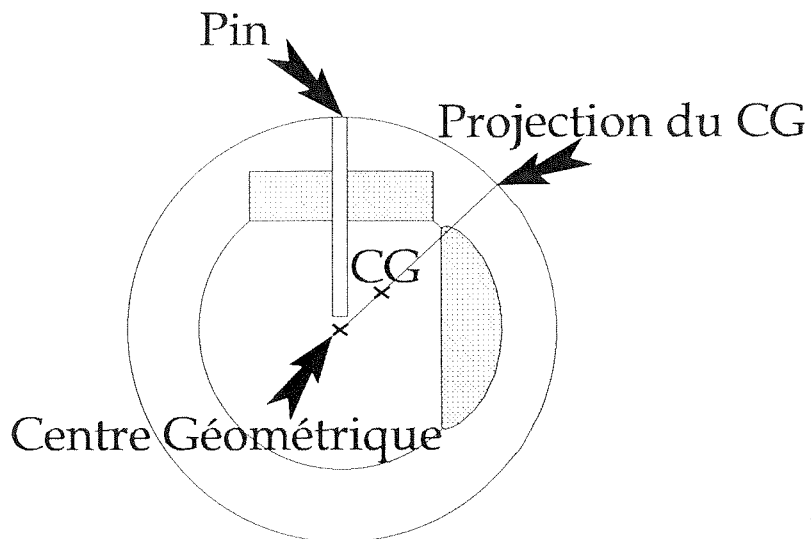

Fig. 2
Le point ou le petit dessin sur la surface de la boule, plus ou moins loin du PIN, représente en fait la projection du CG sur la surface, CG qui en réalité est bien à l'intérieur de la boule (Ex : Fig.2)
B) Les noyaux asymétriques (Fig. 2)